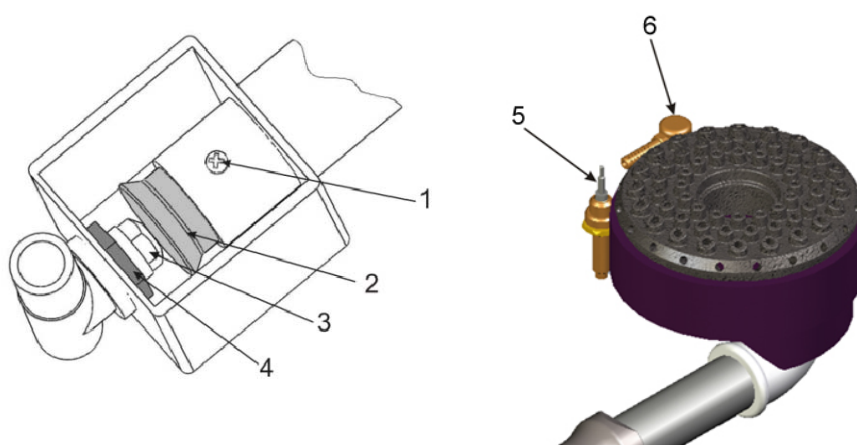

Рис.3. Общая конструкция горелки
- Ослабьте винт 1 (рис.3) и, перемещая цилиндр шибера 2, добейтесь нормального горения пламени. Регулировку подачи первичного воздуха следует осуществлять с закрытого состояния шибера, в сторону увеличения воздушного зазора.
- Ослабьте винт крепления цилиндра шибера 1 (рис.3) и сдвиньте шибер 2 вверх до конца. Удерживая муфту подводящей медной трубки, выкрутите сопло.